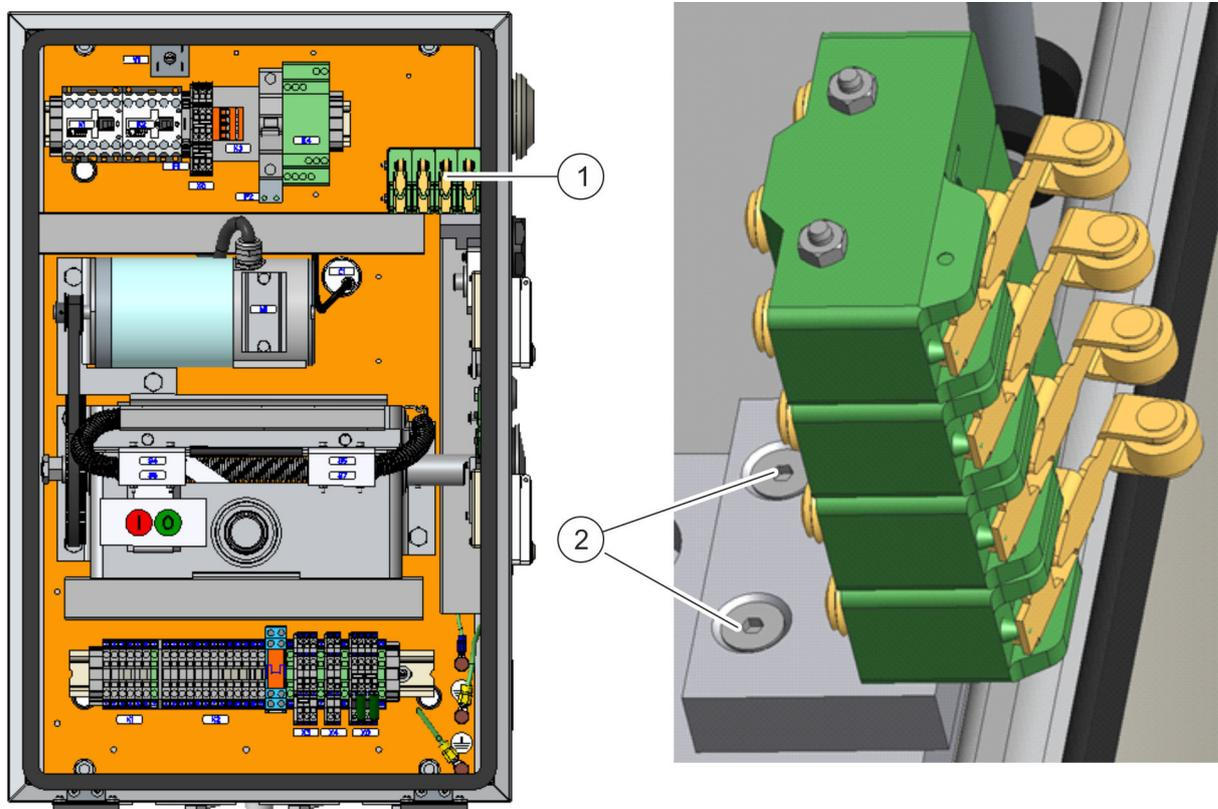

Abb. 17: Lage Türkontakt alt
2. ➔ Alten Türkontakt (Abb. 17/1) ausbauen. Dazu die zwei rückseitig angebrachten Innensechskantschrauben (Abb. 17/2) lösen.